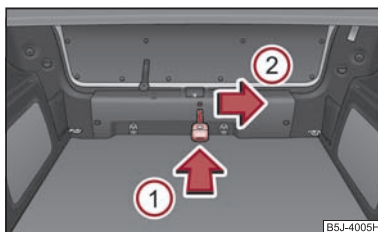

Fig. 30 Déverrouillage de secours de la malle AR
- A l'aide d'un petit objet, par ex. un tournevis, poussez la manette de commande jusqu'à la butée dans le sens de la flèche ① ⇒ fig. 30 et déverrouillez la ensuite dans le sens de la flèche ②.